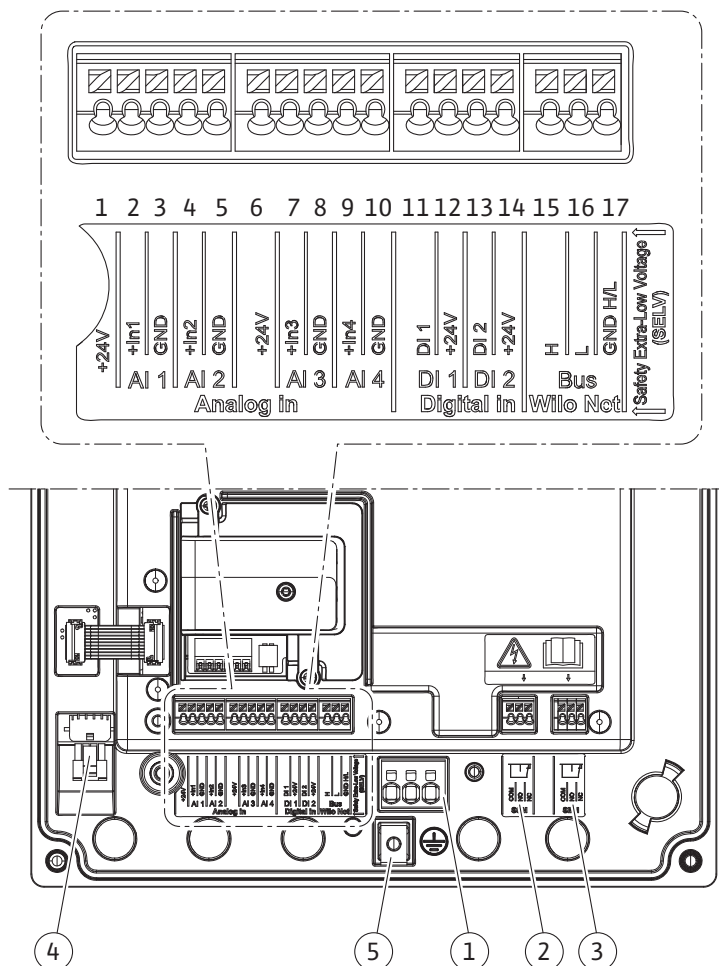

Fig. 19: Aperçu des bornes dans le module
4. Guider le câble de raccordement dans le passe-câbles à vis M25 (Fig. 19, pos. 1). Serrer le passe-câbles à vis au couple prescrit.